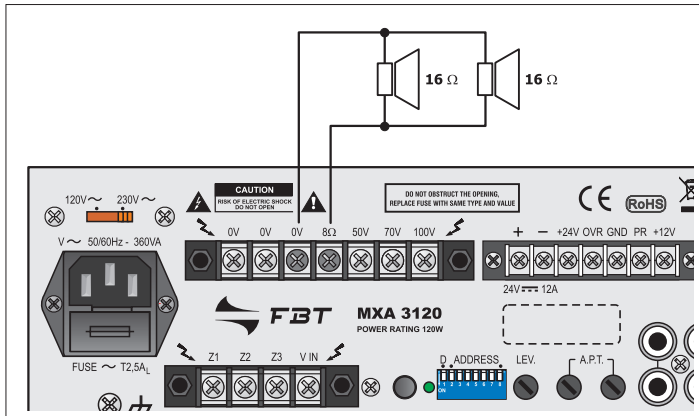
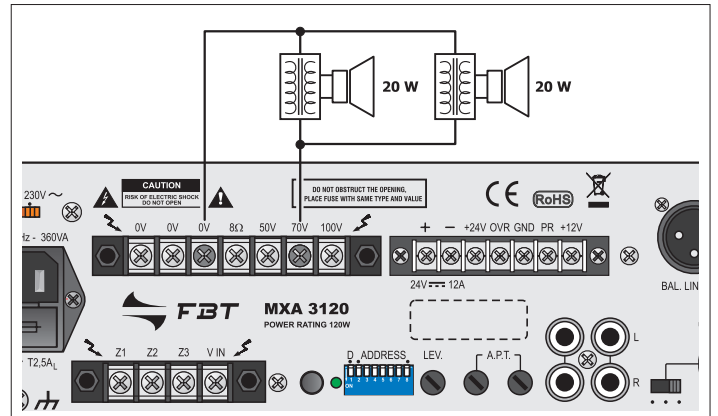

Fig. 4.12.1
Fig. 4.12.2
Le uscite di potenza per i diffusori sono disponibili sulla morsettiera (33). È possibile realizzare un impianto di diffusione sonora utilizzando sia diffusori a bassa impedenza (fig. 4.12.1), sia diffusori dotati di trasformatore di linea (fig. 4.12.2). In entrambi i casi il carico complessivo non deve essere tale da sovraccaricare l'amplificatore: non applicare cioè diffusori o gruppi di diffusori con impedenza più bassa di quella nominale della presa alla quale sono collegati.
The power outputs for the loudspeakers are available on the terminal strip (33). It is possible to set up a sound-broadcasting system using either low-impedance loudspeakers (fig. 4.12.1) or loudspeakers equipped with a line transformer (fig. 4.12.2). In both cases the overall load must not be such as to overload the amplifier. This means that you must not apply loudspeakers or groups of loudspeakers with an impedance lower than the rated impedance of the socket to which they are connected.